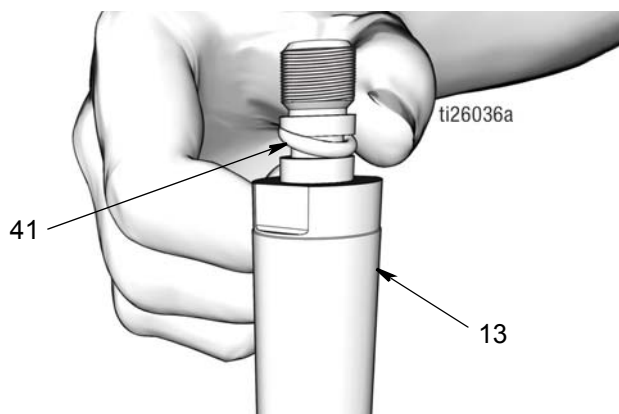

FIG. 47
**REMARQUE : Ne pas serrer la tige de piston (13) dans un étau.**
- Utiliser un chiffon propre pour essuyer la tige de piston (13) et le piston (6) et supprimer toute saleté ou tout contaminant. Examiner les surfaces et rechercher d'éventuels rayures ou dégâts. Remplacer les pièces endommagées.
- Appliquer une mince couche de graisse sur le joint torique (41). Monter le joint torique sur les gorges de la tige de piston (13) (FIG. 47).
**REMARQUE :** Si nécessaire, un cure-dents peut être utilisé pour faciliter la mise en place du joint torique dans les gorges de la tige de piston (13).